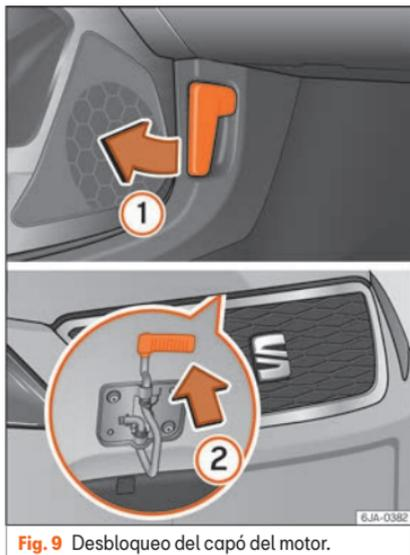
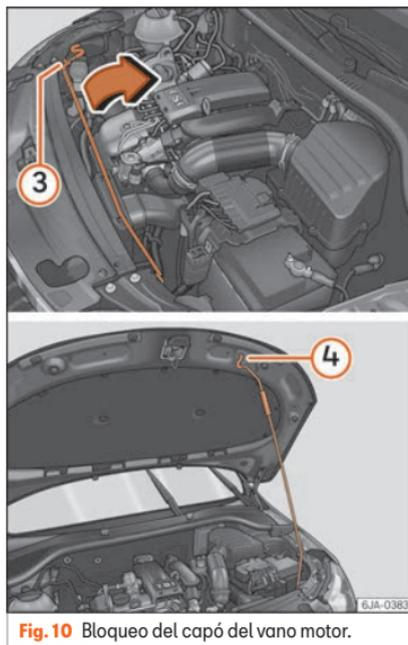

Fig. 9 Desbloqueo del capó del motor.
Fig. 10 Bloqueo del capó del vano motor.
»» fig. 9 ①.
- Para levantar el capó haga presión hacia arriba sobre el saliente situado debajo del capó ②. El gancho de sujeción queda desbloqueado.
»» fig. 10 ③ y encájela en el lugar dispuesto para ello en el capó ④.